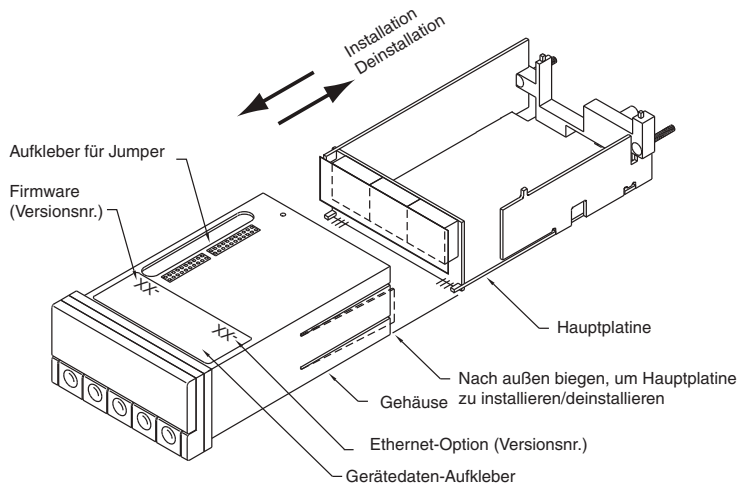

Abbildung 5-2. Detail zur Demontage/Installation der Hauptplatine
5. Orientieren Sie sich an Abbildung 5-2 und biegen Sie die Rasten in den Gehäuseseiten vorsichtig nach außen, um die Platinenbaugruppe am Montagezapfen (über dem Flachbandkabel-Stecker) aus dem Gehäuse zu ziehen.
Biegen Sie die Rasten wie in Abbildung 5-2 gezeigt vorsichtig nach außen und schieben Sie die Hauptplatine in das Gehäuse ein.
Um den Gerätedaten-Aufkleber sehen zu können, müssen Sie den Montagerahmen abnehmen wie im ersten Schritt in Abschnitt 5.2 beschrieben. Abbildung 5-2 zeigt die Lage des Gerätedaten-Aufklebers.
Die Betriebsspannung des Anzeigers ist auf dem Gerätedaten-Aufkleber in der Zeile VOLTS: angegeben. Dieser Aufkleber (s. Abbildung 5-2) befindet sich auf dem Gehäuse des Instruments sowie auf dem Karton, in dem das Instrument verpackt ist.